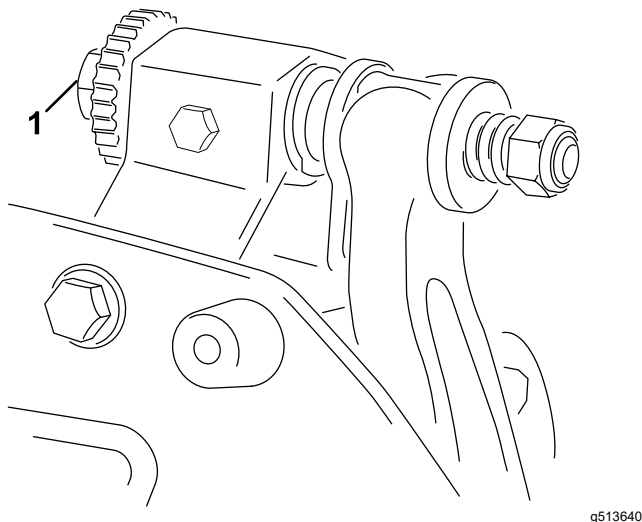

Figure 10
- A. Tournez les vis de réglage de la barre d'appui dans le sens horaire (Figure 10), 1 cran à la fois, jusqu'à ce que vous sentiez et entendiez un léger contact.
6. Tournez le boulon de réglage droit de la barre d'appui (Figure 10) jusqu'à ce que vous sentiez une légère pression sur la cale lorsque vous la faites glisser d'un côté à l'autre. Enlevez la cale.